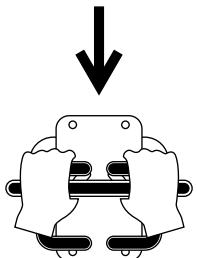

Bild 11
- Bewegen Sie beide Fahrantriebshebel nach hinten, um rückwärts zu fahren (Bild 11).